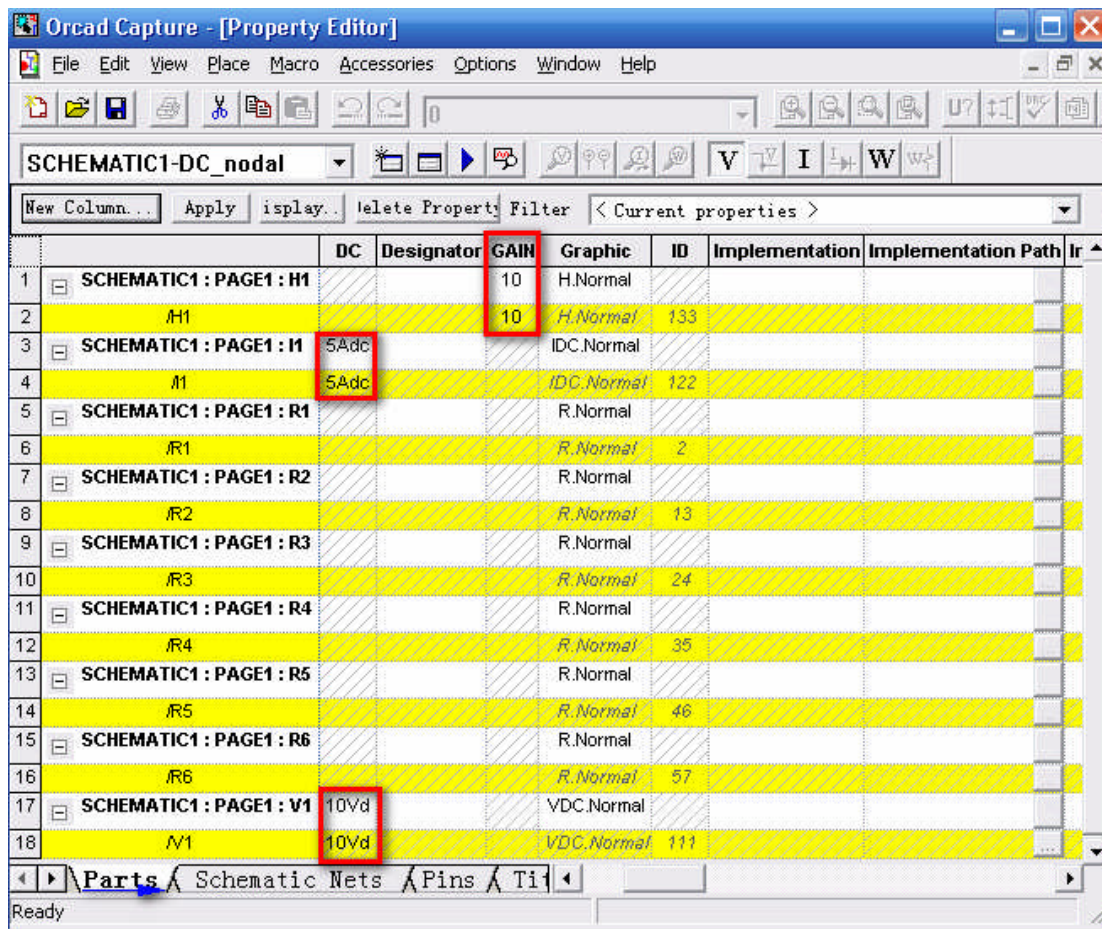

图 1.6 设置元器件的属性
- g) 元件属性编辑, 单击任何一个元件的符号和值都可以进行相应的改动, 或者选中整个电路右键选择 Edit Properties 查看所有元件的属性, 如下图 1.6 所示: 注意设置电流控制电压源的增益系数 Gain 为 10